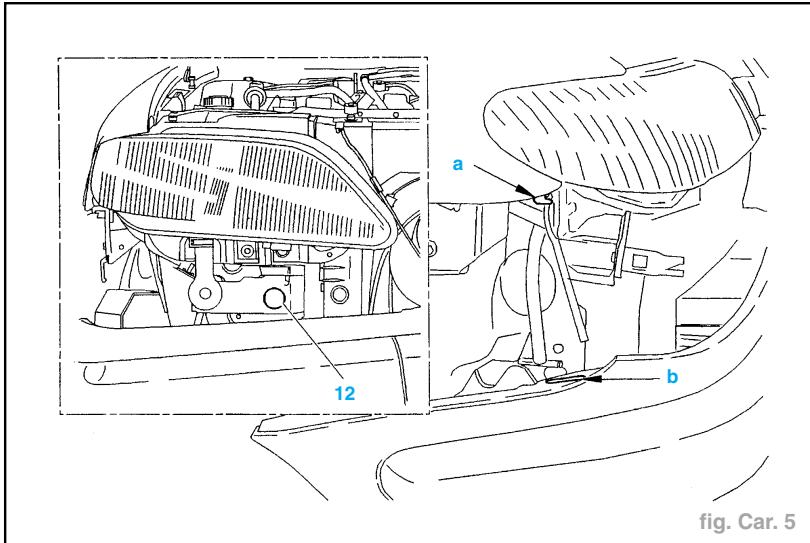

fig. Car. 5
**Attention :** S'assurer que la pastille (12) est en place, la remplir de mastic polyuréthane (GURIT).
- Engager la languette "a" de l'aile avant dans l'ouverture "b" du pare-chocs avant (fig. Car. 5).